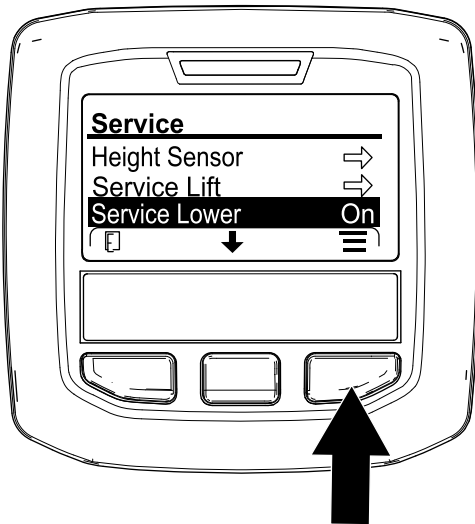

Figure 178
- Appuyez sur le bouton central de l'InfoCenter jusqu'à ce que l'option SERVICE LOWER (abaissement pour entretien) soit sélectionnée (Figure 178), puis appuyez sur le bouton droit.